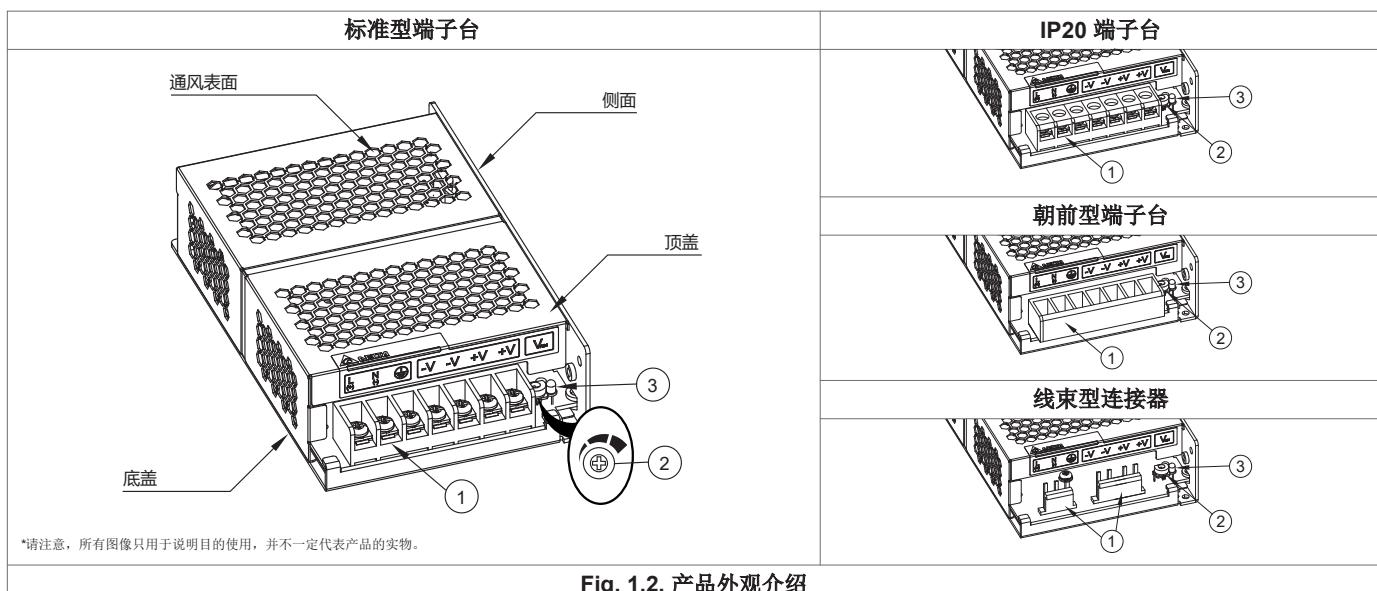

Fig. 1.2. 产品外观介绍
- ① 输入及输出端子台
- ② 直流电压调节电位器
- ③ 直流电控制 OK 指示灯 (绿色)
► PMH-100WCA□, PMH-100WCC□, PMH-100WCN□, PMH-150WCA□, PMH-150WCD□, PMH-200WCB□ (依据 Fig. 1.2)